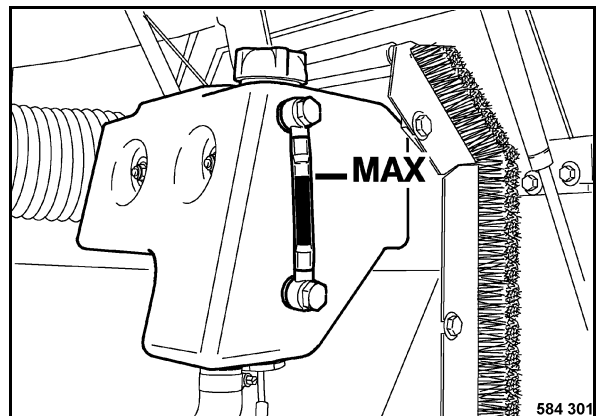

Fig. 124
- Comprobar el nivel del refrigerante (Fig. 124).